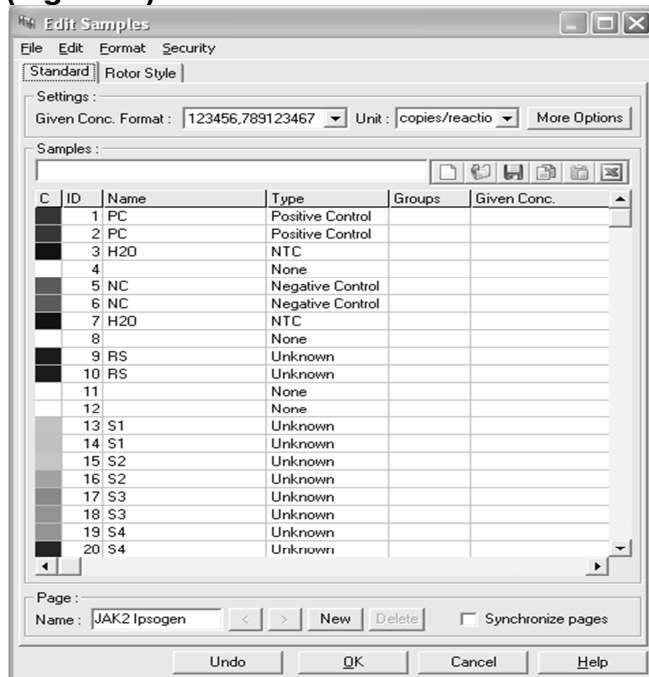

Figura 7. Configurazione Rotor-Gene: "Edit Samples" (Modifica campioni).
16. Specificare la configurazione del rotore nel software Rotor-Gene (Figura 7).